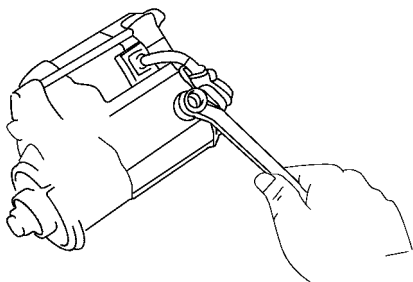

图 6-3 从电磁开关端子拧下螺母脱开导线
(1) 从电磁开关的端子旋下螺母脱开导线, 如图 6-3 所示。